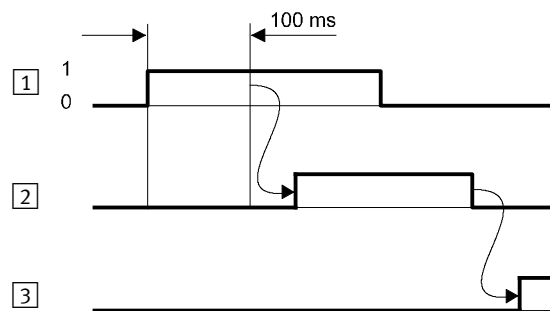

Fig. 15
- После монтажа при первом вводе в эксплуатацию всегда проводите инициализацию привода (→ Fig. 15).
3. Подавать на контакт 5 в течение $t > 100$ мс 1-сигнал (+24 В) (см. Fig. 15 [1]) – например, кратковременным перемыканием контактов PIN 1 и PIN 5. В результате запускается процесс инициализации (см. Fig. 15 [2]).
4. Когда инициализация завершена, DFPI готов к работе (→ Fig. 15 [3]). В таком случае он перемещается в указанную заданную позицию.